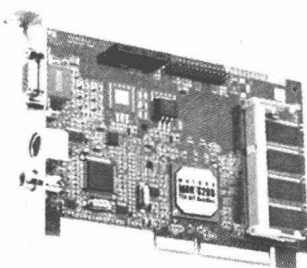

图 1-13 显卡
(6) 显卡的安装。显示卡一般分为 2 类。一类是集成在主板上，不需要外接显卡也不需要另行安装，直接将显示器的插头插到主板所提供的接口上即可完成显示器的安装，详细接口位置可参看主板说明书。另一类是外接显卡，如图 1-13 所示，一般采用的是 AGP 接口。AGP 显卡的安装过程如下：
- ① 首先，用螺丝刀去掉机箱后部与 AGP 插槽对应金属挡条。
- ② 将 AGP 显卡根据接口方向垂直插入 AGP 插槽，按紧显卡。
- ③ 将显卡上的金属挡条用螺丝固定在机箱相应位置上。